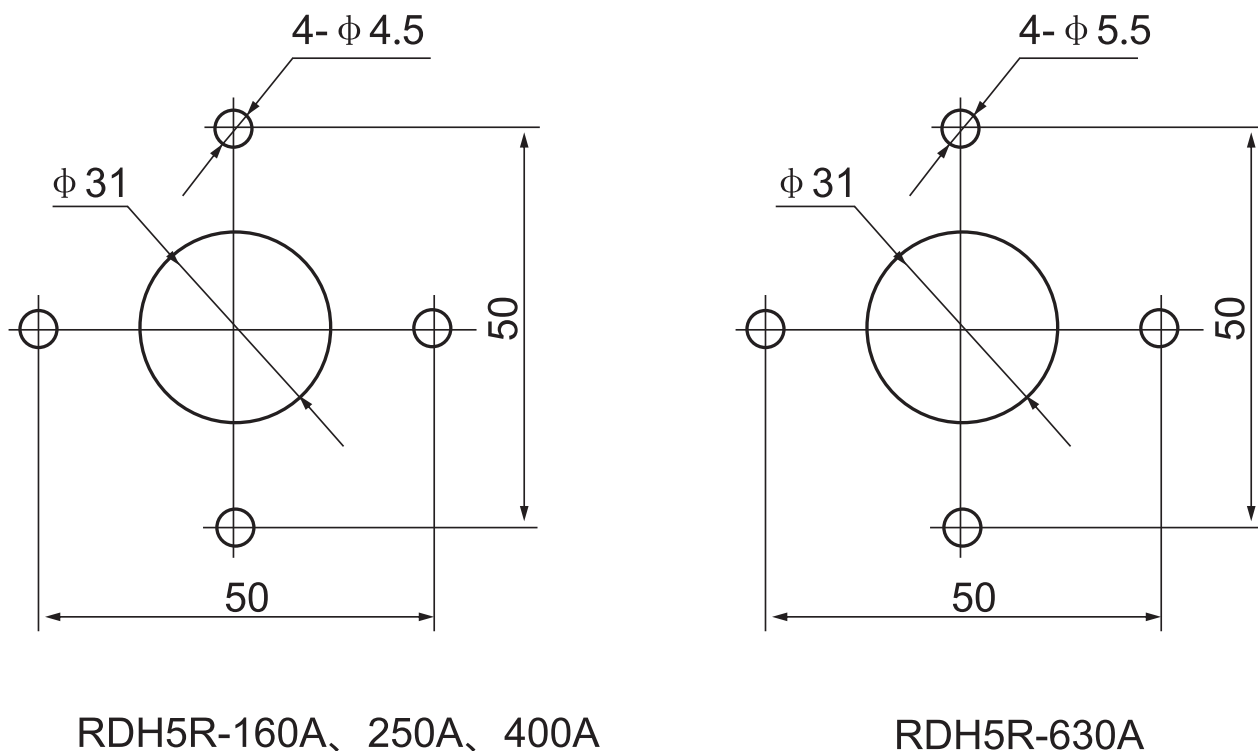

图5 面板开孔尺寸(柜外操作)
面板开孔尺寸 (见图 5)
- 4.根据开关的外形与安装尺寸确定手柄的安装中心位置，并按面板开孔尺寸(见图5)在柜门面板上开孔，然后将手柄固定在柜门面板上。